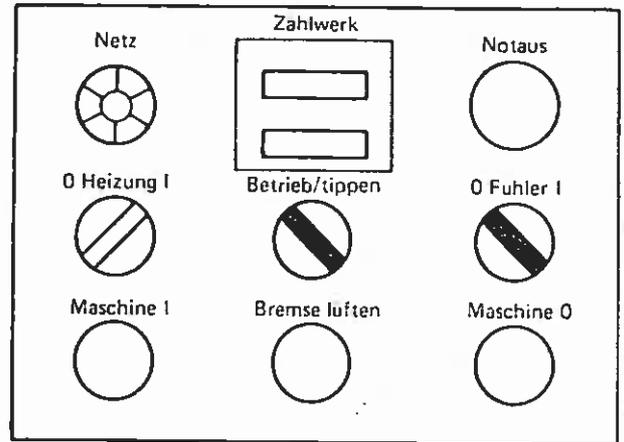

Bild 93
8. Wahlschalter „Betrieb/tippen“ auf „Betrieb“ schalten und Wahlschalter „Fühler“ auf „0“ schalten (Bild 93).